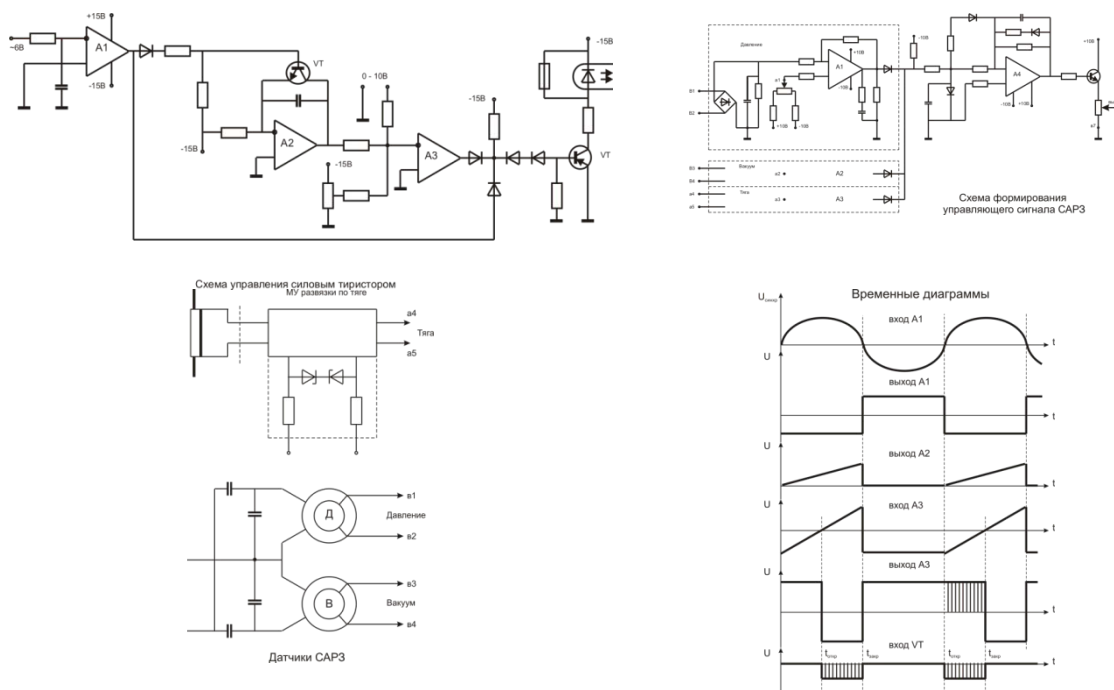

Рис. 2
2. Назвать элементы и назначение в функциональной и электрической схемах САРЗ, особенности работы данных элементов (рис.2)